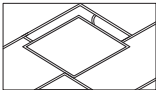

Рисунок 5.1. Схема вбудованого монтажу.
5.5.2. При вбудованому способі монтажу (рис.5.1)
5.5.2.4. Встановіть світильник, як показано на рис. 5.1.